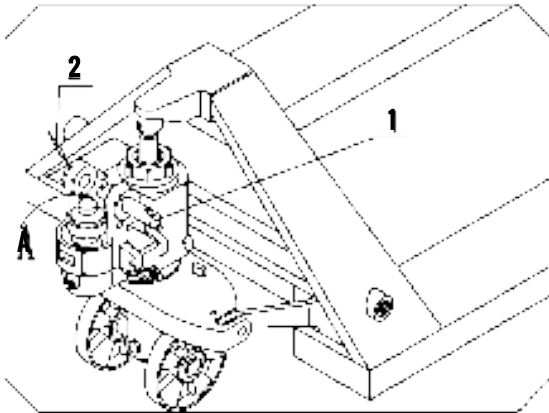

Fig.1
3.1 Favor de hacer referencia a la Fig.1 y retire el perno 1.